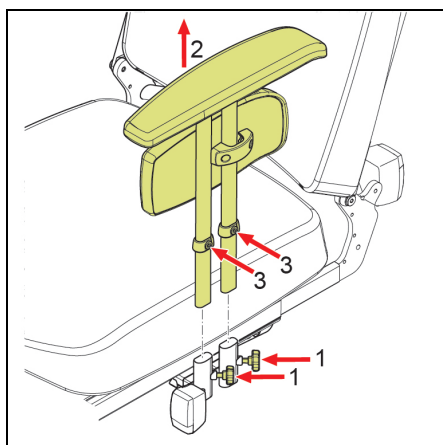

Figure 6.3
Transfert par le côté (fig. 6.3)
- Tourner le bouton afin de déverrouiller l'accoudoir (fig. 6.3).
- Soulever l'accoudoir pour le libérer de son support (fig. 6.3).